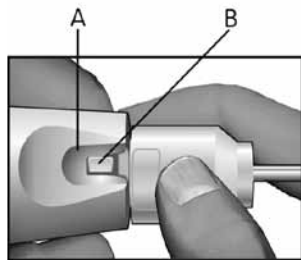

Abbildung 5 Keilnut (A) und Keil (B)
- Um die Klinge einzusetzen, die Keilnut (A) am Handstück und den Keil (B) auf der Klinge miteinander ausrichten (Abbildung 5). Die Klinge so in das Handstück stecken, dass der Keil in die Nut geht. Der Keil muss so weit proximal hineingedrückt werden, bis die Klinge eindeutig eingerastet ist.